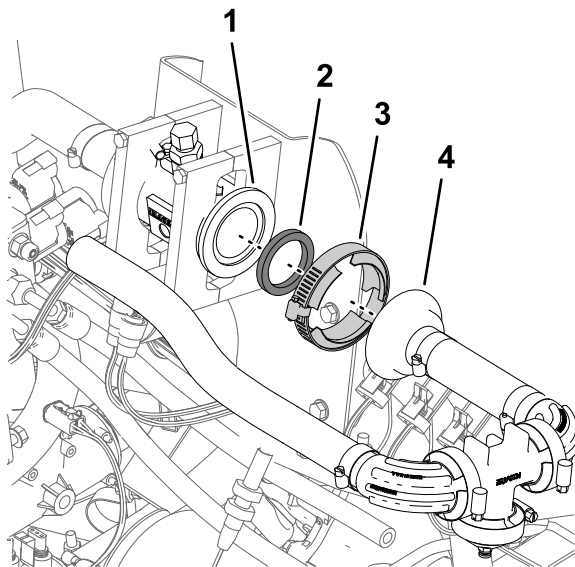

Figura 89
2. Serrate il morsetto flangiato manualmente (Figura 89).